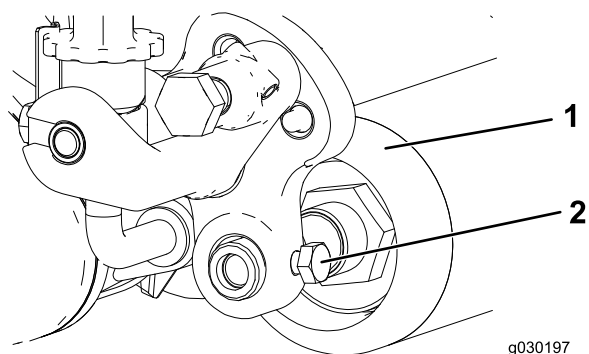

Figura 27
2. Afloje el perno que sujeta el eje del rodillo al brazo de ajuste de la altura de corte (Figura 27).